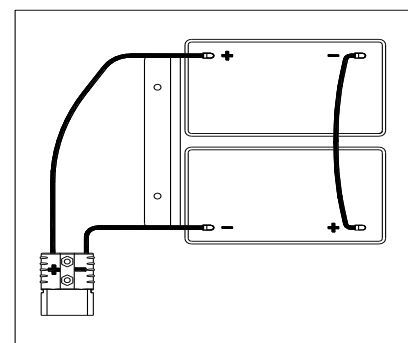

Figura 3
Pentru mașină sunt necesare două baterii de 12V, conectate conform Figura 3.
- Deschideți capacul rezervorului de apă recuperată (4) și verificați ca rezervorul de apă recuperată (3) să fie gol; dacă nu este, goliți-l cu ajutorul furtunului de scurgere (15).
- Închideți capacul rezervorului de apă recuperată (4).
- Răsturnați rezervorul de apă recuperată (3) cu atenție.
- Pozați și instalați cablul bateriei ca în (Figura 3), apoi strângeți cu grijă piulița de la fiecare bornă a bateriei.
- Readuceți, cu grijă, pe poziție rezervorul de apă recuperată (3).